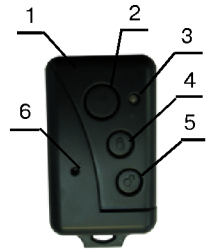

Рис. 1.
Внешний вид КТС-РК приведен на рис. 1. Основными элементами КТС-РК являются: корпус (1), кнопка для подачи извещения «Тревога» (2) (при работе с ППКОП Ладога-А), светодиодный индикатор (3), кнопки для передачи дополнительных кодов управления (4, 5) - при совместной работе с ППКОП «Ладога-А» эти кнопки используются для постановки (4) или снятия (5) раздела с охраны, кнопка для подачи тестового извещения (6).